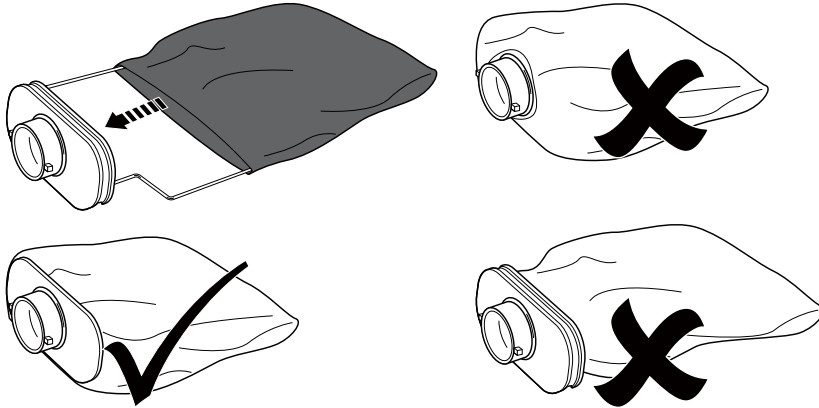

Fig. 11
- > Volte a colocar o saco de recolha (8a) no conector (8c) (Fig. 11) e todo o conjunto no produto.